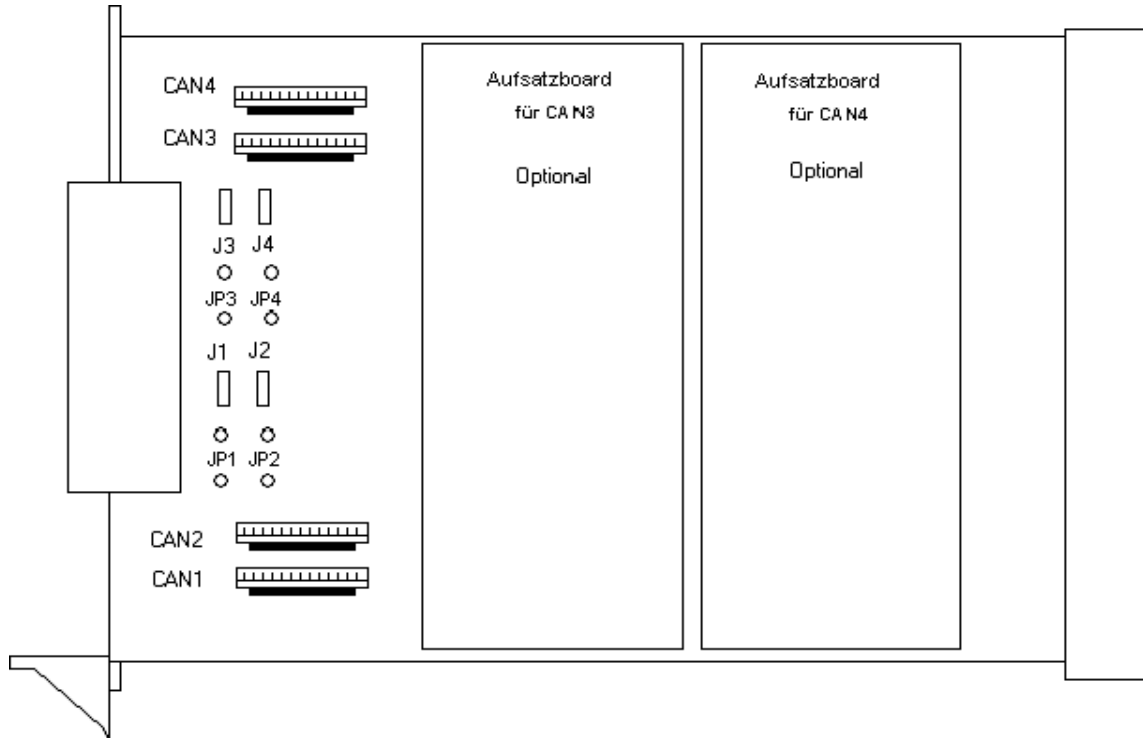
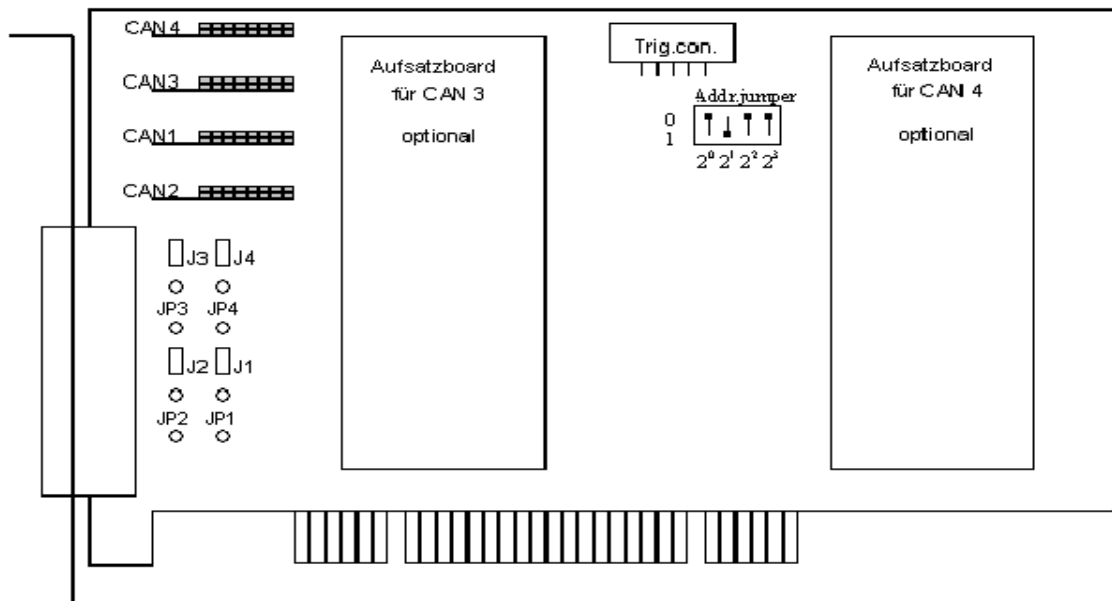

Abbildung 2-5: Schematischer Bestückungsplan Kommunikationsboard PXI 3051
Abbildung 2-6: Schematischer Bestückungsplan Kommunikationsboard PCI 3051
Das Board PCI 3051 besitzt KEIN PXI-Interface. Um dennoch Triggersignale mit anderen PCI-Boards von GÖPEL electronic auszutauschen, befindet sich ein zusätzlicher Steckverbinder mit zwei jeweils als Input oder Output konfigurierbaren Leitungen auf diesem Board (Trig.con in Abbildung 2-6).
**PCI 3051:** PCI-Racks besitzen keine geographische Slotadressierung. Um dennoch mehrere PCI 3051 auf den Steckplätzen eindeutig identifizieren zu können, verfügt das Board über ein separates Adressjumper-Feld (Addr.jumper in Abbildung 2-6). Damit ist es möglich, bis zu 16 Adressvarianten zu wählen. Der mit diesem Jumperfeld gesetzte Binärwert (0..15) kann mit der Software ausgelesen werden.
Werden Highspeed Transceiver verwendet, ist i. Allg. ein 120 Ohm Widerstand für jede CAN-Schnittstelle auf dem Board bestückt. Diese Widerstände können durch Ziehen der Jumper J1..J4 deaktiviert und durch bedrahtete Widerstände mit dem gewünschten Wert an den Positionen JP1..JP4 ersetzt werden (siehe Abbildung 2-5 und Abbildung 2-6).
Abbildung 2-5 und Abbildung 2-6 zeigen schematisch die Bestückungsseite der Boards. Dabei ist die Lage der optionalen Aufsatzboards sowie der Transceivermodule für jede Schnittstelle zu erkennen. Die Positionen der Jumper für die Aktivierung/ Deaktivierung der Bus-Abschlusswiderstände bzw. der optional zu bestückenden bedrahteten Widerstände sind ebenfalls ersichtlich. Ein gesteckter Jumper bedeutet, dass der Bus-Abschlusswiderstand von 120 Ohm aktiv ist.
Die Konfigurationselemente aus Abbildung 2-5 und Abbildung 2-6 werden in der folgenden Tabelle erläutert: